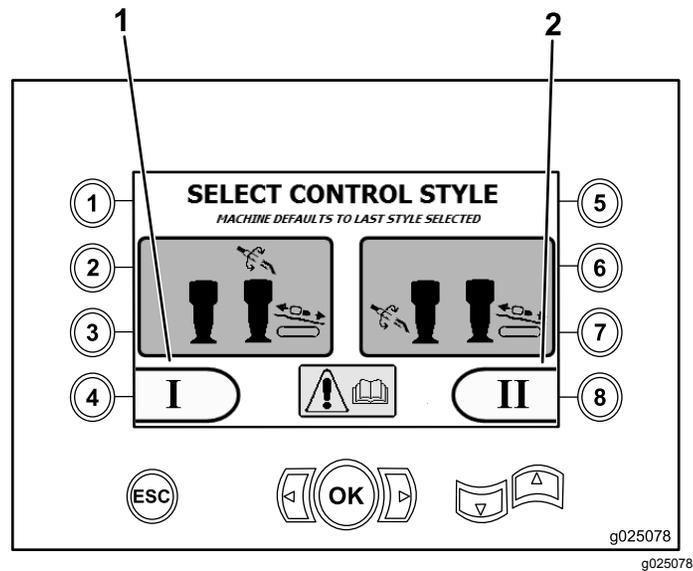

Figura 9
Pressione o botão 8 para selecionar esse modo (Figura 9).
- Modo I – Coloca as funções de perfuração no joystick direito, enquanto o joystick esquerdo opera as funções do carregador de hastes e das chaves (Figura 9).
Pressione o botão 4 para selecionar esse modo (Figura 9).
- Modo II – Divide as funções de perfuração, das chaves e de carregamento entre os joysticks esquerdo e direito (Figura 9). Os controles de empuxo poderão ser acessados no joystick DIREITO e os controles de giro no joystick ESQUERDO.